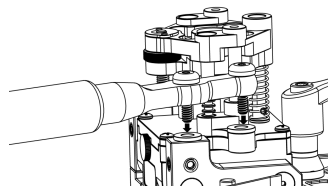

FIG. 3
1. Pour fixer la poignée, choisissez l'orientation dans laquelle vous utiliserez le Pocket Mill Pro, soit le côté de la main que vous n'utilisez pas pour tenir votre perceuse. Placez les (2) rondelles de  $\frac{1}{4}$  po (pièce no 3), puis la poignée (pièce no 4) et (2) boulons à épaulement en acier inoxydable 10-32 x  $\frac{3}{8}$  (pièce no 5). (Voir figure 3.) Serrez les boulons d'épaulement 10-32 à l'aide de la clé hexagonale de  $\frac{1}{8}$  po.